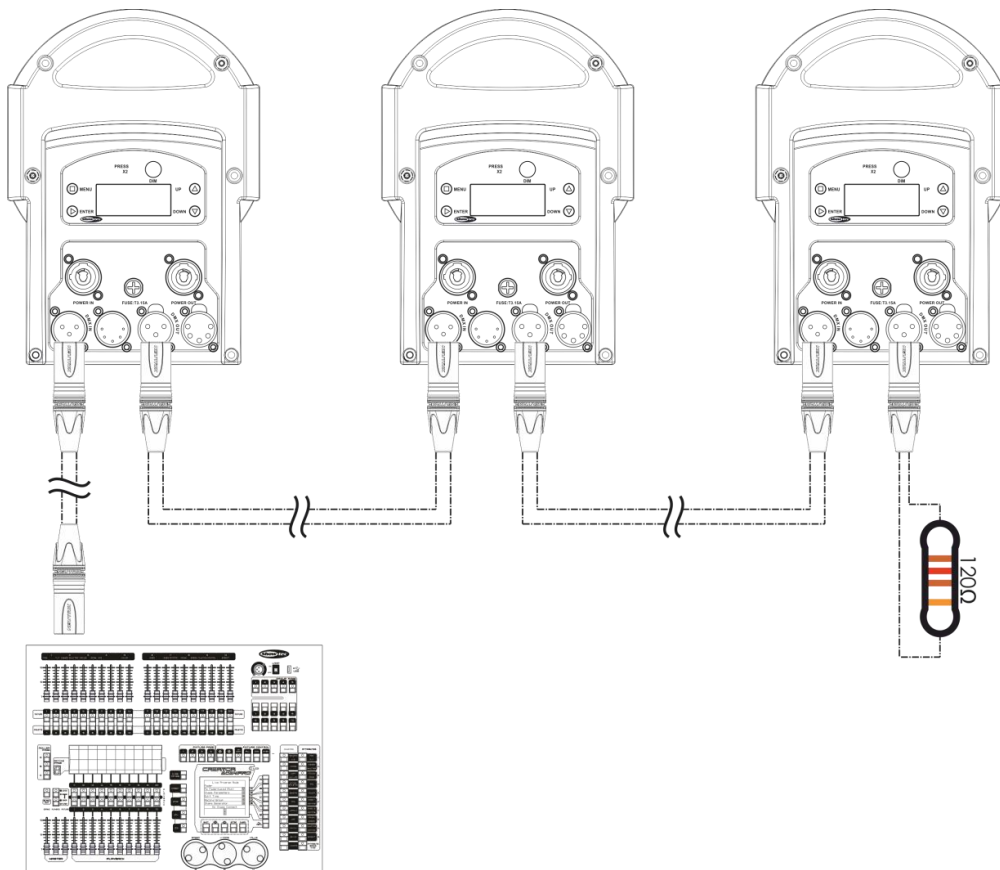

Abb. 06
- 04) Verbinden Sie die Geräte wie in Abb. 06 abgebildet. Schließen Sie den DMX-Ausgang des ersten Geräts mit einem DMX-Kabel an den Eingang des zweiten Geräts an. Wiederholen Sie diesen Vorgang, um das zweite, dritte und vierte Gerät ebenfalls zu verbinden.